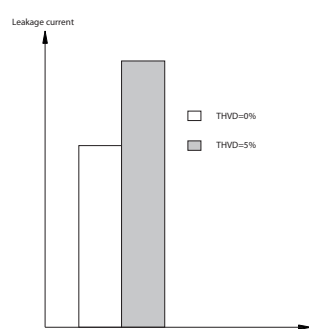

Abbildung 3.29 Einfluss der Netzverzerrung auf den Ableitstrom
- Netzverzerrung (siehe *Abbildung 3.29*)